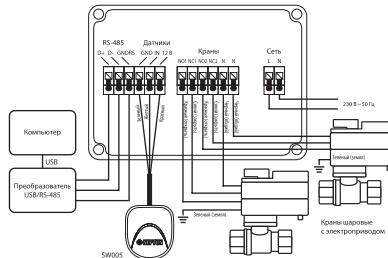

Рис. 3. Схема подключения датчиков контроля протечек и кранов шаровых с электроприводом к модулю управления
- Выполните соединение проводов в соответствии со схемой подключения, в зависимости от того, какие краны с электроприводом вы используете (рис. 3);